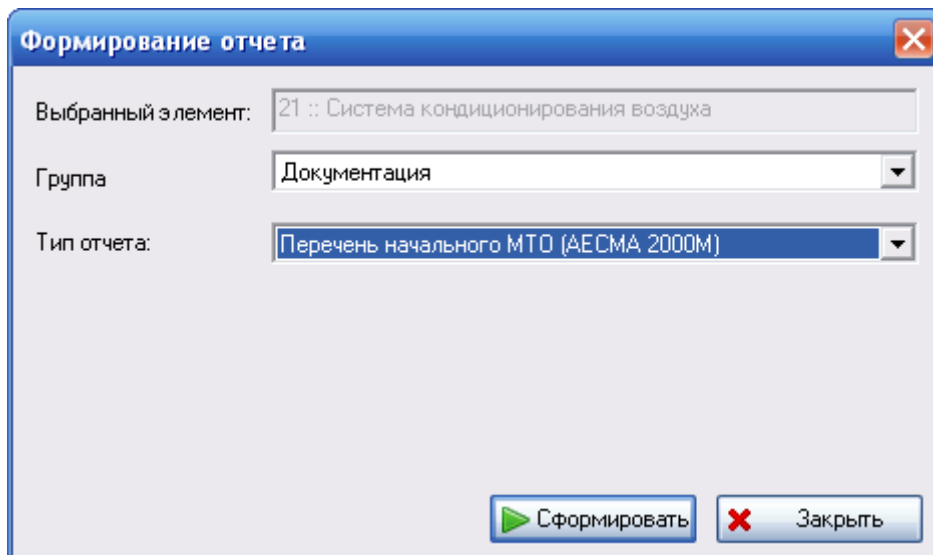

Рис. 10-7
3. В появившемся окне **Формирование отчета** введите следующие данные (рис. 10-7):